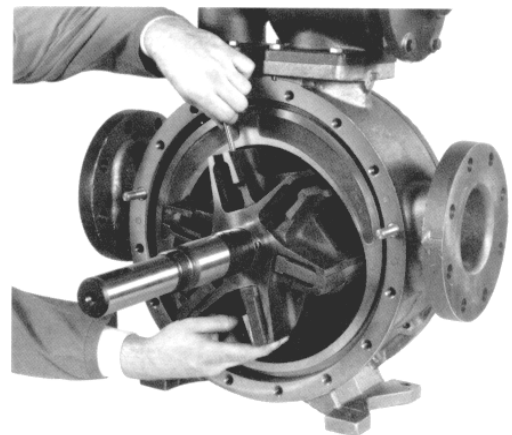

Figura 7
- b. Mantenga parte del rotor (13) fuera de la carcasa (12) de modo que las tres paletas inferiores (14) (borde redondeado hacia fuera) puedan insertarse en las ranuras del rotor y sujetarse en posición a medida que se instalan las tres varillas de empuje (77). Consulte la figura 7.
- c. El rotor y el eje (13), con las tres paletas inferiores (14) instaladas, puede ahora insertarse **completamente** en la carcasa (12).
- d. Instale las paletas restantes (14) en las posiciones superiores del rotor (13).